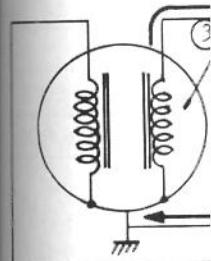

fig. 10)
Quando o volante gira, produz uma voltagem na bobina de carga e esta é retificada pelo diodo (D1) que carrega o condensador de ignição (C) e neste momento o SCR é desligado. (Ver fig. 10).
(fig. 10)